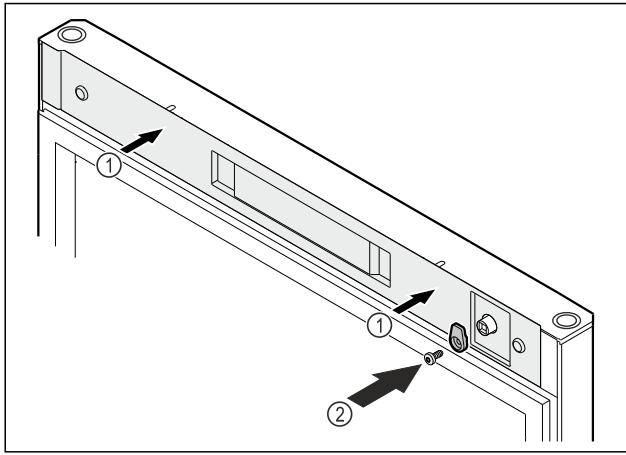

Fig. 54
- ▶ 安放盖板 Fig. 54 (1)。
- ▶ 拧上锁钩 Fig. 54 (2)。